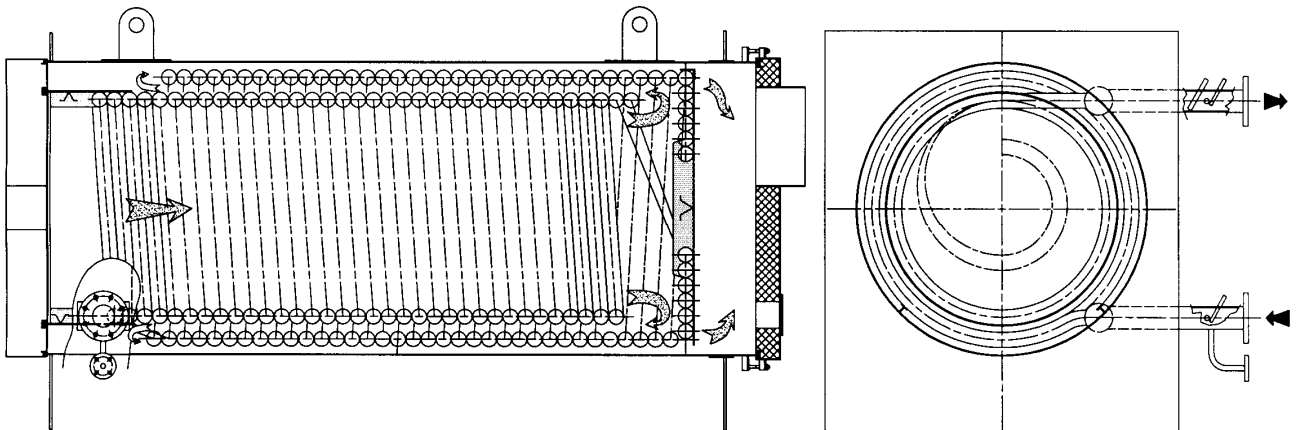

Рис. 1
- Мощностью 100.000 ÷ 1.500.000 ккал/ч (Рис. 1)